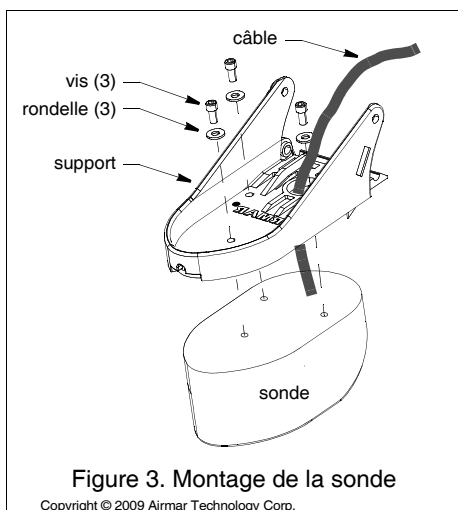

Figure 3. Montage de la sonde
1. Passez le câble dans le grand trou du support de la sonde (voir Figure 3).